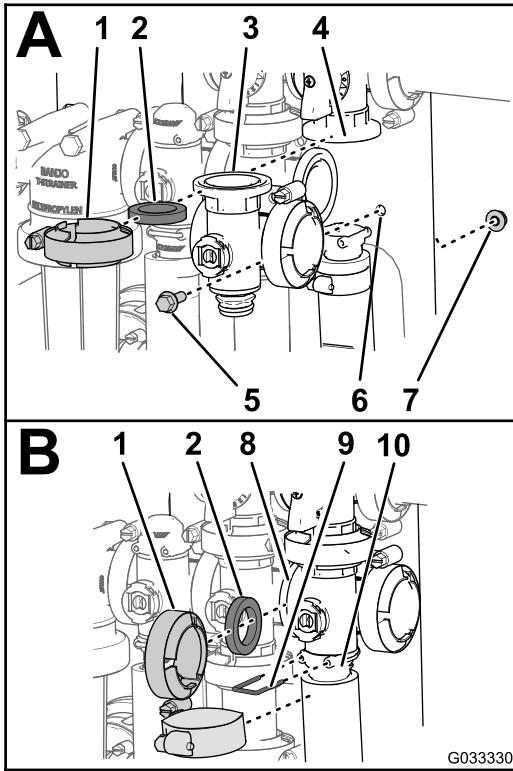

Рисунок 77
1. Совместите фланец коллектора главного клапана секций, 1 прокладку и фланец главного клапана перепуска секций (Рисунок 77А).
2. Смонтируйте коллектор главного клапана секций, прокладку и главный клапан перепуска секций с помощью хомута, затянув его от руки (**Рисунок 77А**).
3. Совместите фланец коллектора главного клапана секций, прокладку и коллектор клапана перемешивания (**Рисунок 77В**).
4. Смонтируйте коллектор главного клапана секций, прокладку и коллектор клапана перемешивания с помощью хомута, затянув его от руки (**Рисунок 77В**).
5. Совместите фланец коллектора главного клапана секций и прокладку с корпусом главного клапана секций (**Рисунок 77В**).
6. Смонтируйте коллектор главного клапана секций и гнездо с помощью хомута, затянув его от руки (**Рисунок 77В**).
7. Прикрепите штуцер торцевой крышки к выпускному штуцеру, вставив держатель в выпускной штуцер (**Рисунок 77В**).